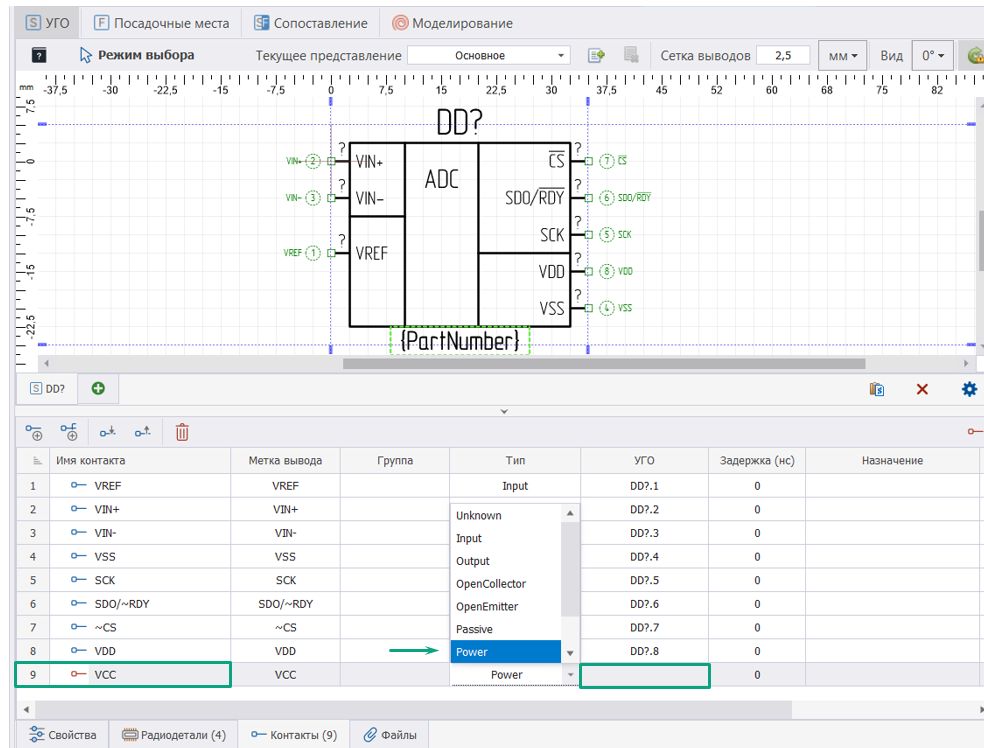

Рис. 254 Определение типа контакта
2. Задать для выбранного контакта тип «Power», см. Рис. 254.